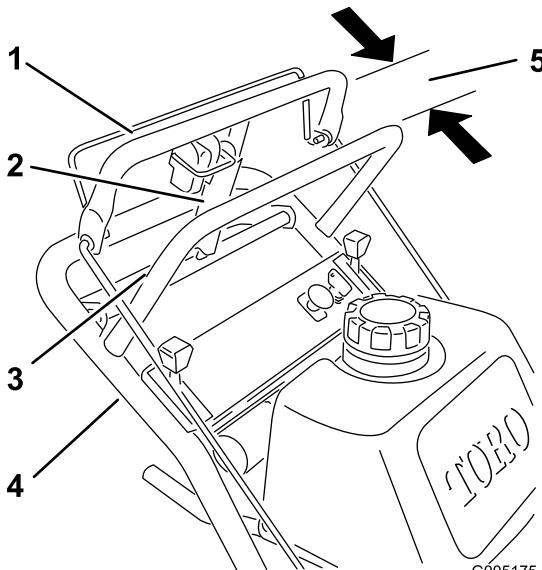

Figura 38
1. Compruebe el espacio entre la barra de control superior y la barra fija con la transmisión de las ruedas totalmente engranada. El espacio debe ser de 25–32 mm (1-1/4 pulg) aproximadamente (Figura 38).